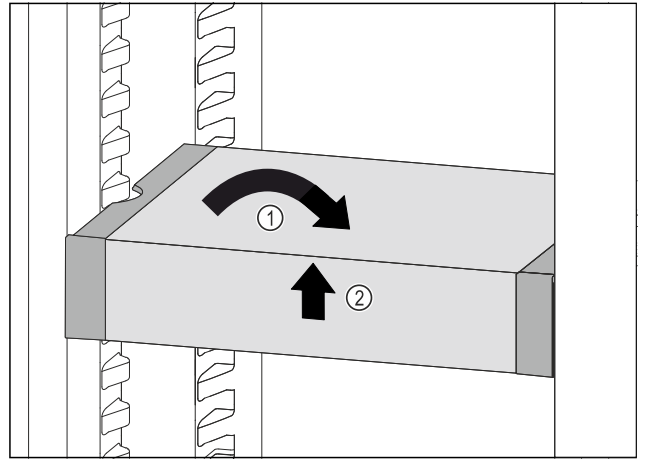

Fig. 54
- ▶ Ställ VarioSafe rakt. Fig. 54 (1)
- ▶ Lyft VarioSafe framåt. Fig. 54 (2)